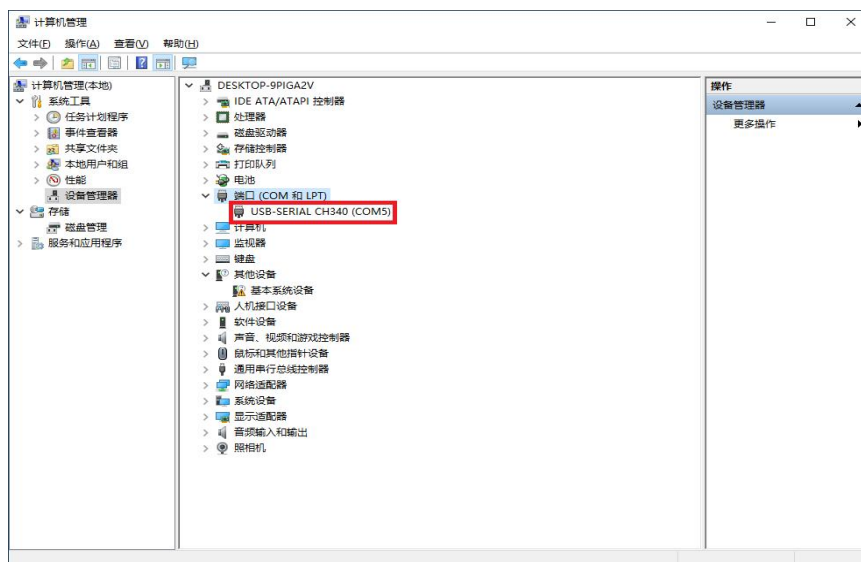

图 17-8 UART 端口号查询界面
(4) 在电脑 BB 的设备管理器中查看UART 对应的端口号，如图 17-8 所示。